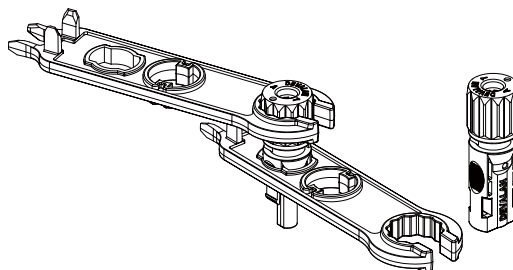

Figura 5.5 Conector com Porca Aparafusada
- c. Insira o pino de contato na parte superior do conector e aperte a porca da capa na parte superior do conector. (como mostrado na figura 5.5).